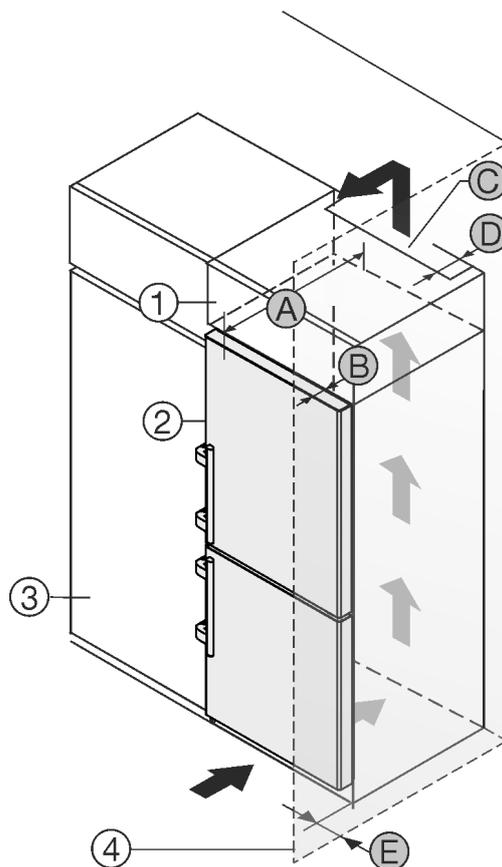

Fig. 2
- (1) Skapmodul*
- (2) Enhet*
- (3) Kjøkkenskap*
- (4) Vegg*
- (A) Enhetsdybde*
- (B) Dørdybde*
- (C) Ventilasjonstverrsnitt*
- (D) Avstand enhetens bakside*
- (E) Avstand på siden av enheten*
Du kan plassere apparatet rett ved siden av kjøkkenskapet *Fig. 2 (3)*.*
På baksiden av skapmodulen over enheten må det installeres en ventilasjonskanal med dybden *Fig. 2 (D)* over hele skapmodulens bredde.*
Ventilasjonstverrsnittet *Fig. 2 (C)* under taket i rommet må overholdes.*
Hvis apparatet plasseres med hengslene mot en vegg *Fig. 2 (4)*, må avstanden mellom apparatet og veggen være minst 57 mm. Dette tilsvarer hvor mye håndtaket stikker ut når døren er åpen.*
For at du skal kunne åpne døren helt, må apparatet rage dørdybden *Fig. 2 (B)* lenger ut enn fronten på kjøkkenskapene. Avhengig av kjøkkenskapenes *Fig. 2 (3)* dybde og bruk av veggavstandsstykker kan enheten rage enda lenger ut.*